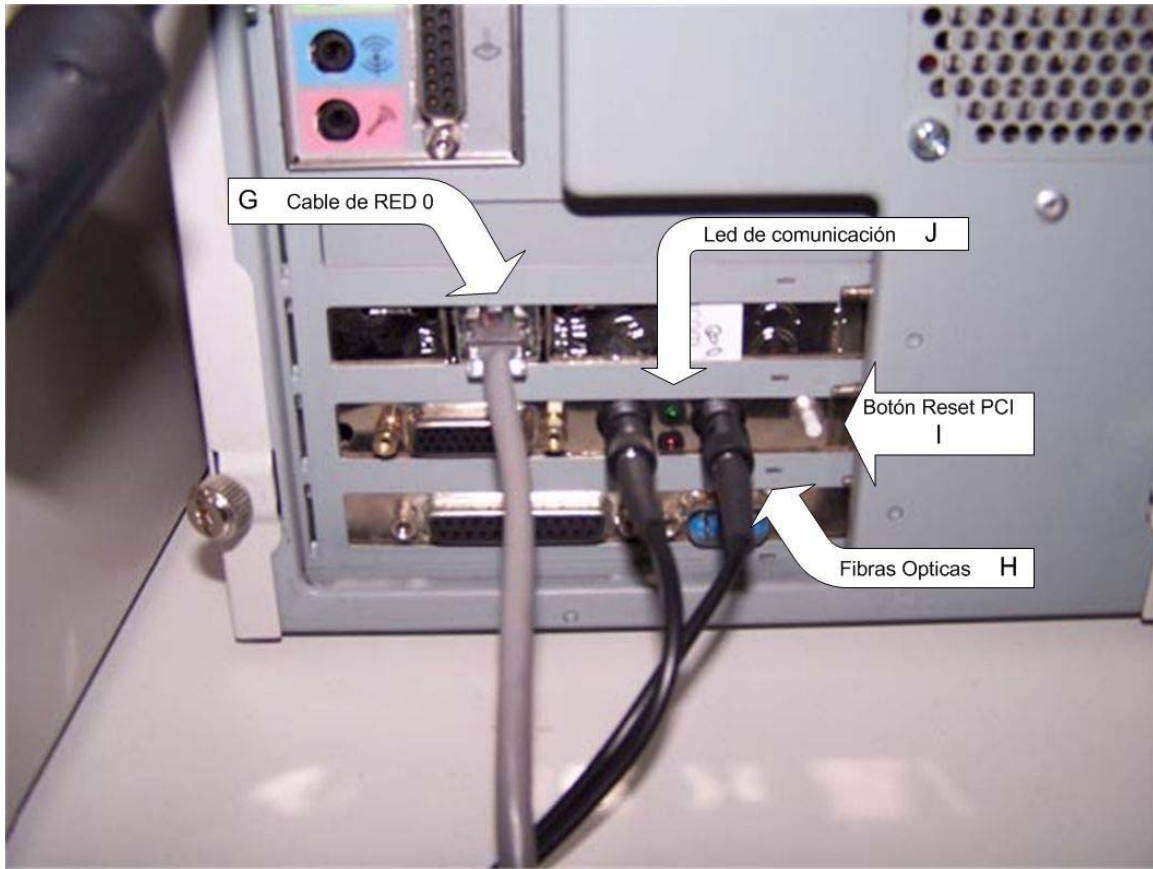

Figura 5.-Conexiones de la PC de control (192.168.0.38)
Verificar que el LED (J) de comunicación de la tarjeta PCI **NO** este encendido, ver figura 5.